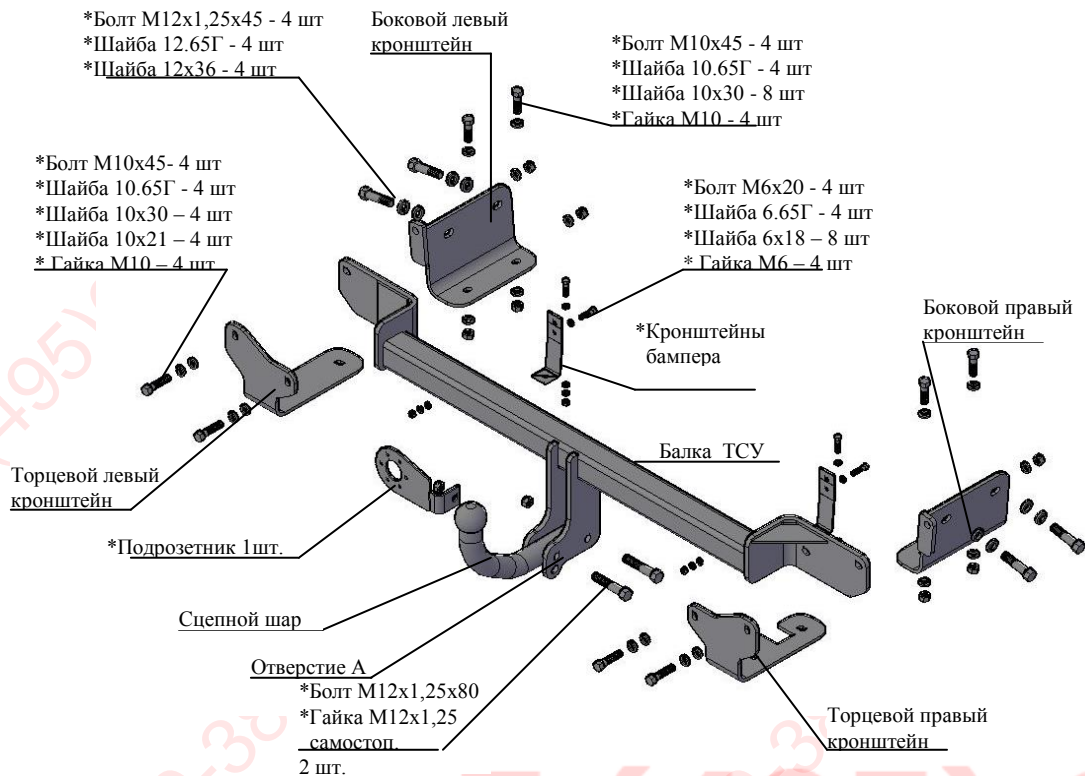

Рис.1 Тягово-сцепное устройство 7240
2.1 ТСУ 7240 в сборе (рис.1)	1 шт.
2.2 Пакет с комплектующими (см. рис.1)	1 шт.
4.2 Установить боковые кронштейны ТСУ (правый и левый соответственно рис.1) на внешние боковые стороны лонжеронов а/м, закрепив болтами М12х1,25х45, под головки болтов подложить шайбы гроверные 12.65Г и шайбы 12х37. Крепеж не затягивать.
4.3 Установить балку ТСУ и торцевые кронштейны (правый и левый соответственно рис.1) (для а/м **Киа Рио –торцевые кронштейны к фартуку а/м, затем балку ТСУ**), закрепив их к а/м и боковым кронштейнам через фартук а/м болтами М10х45 и гайками М10, под гайки подложить шайбы гроверные 10.65Г и шайбы 10х30. под головки болтов подложить шайбы 10х30. Крепеж не затягивать.